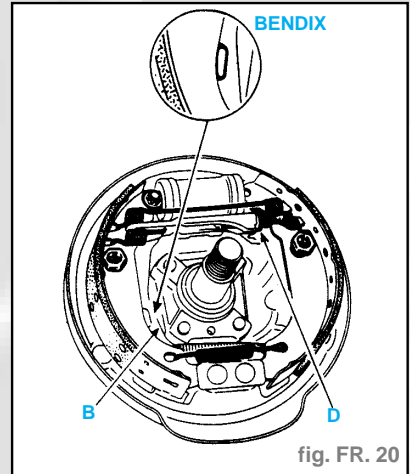

fig. FR. 20
- de la mise en appui correcte des leviers (B) de frein à main sur les segments (fig. FR. 20).